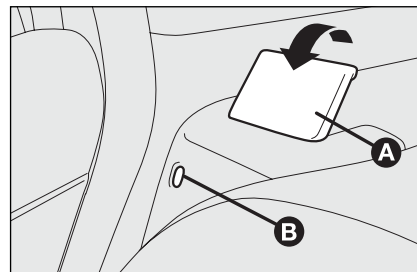

fig. 89
- trek de borghendel van de rugleuning **A-fig. 89** omhoog en kantel de rugleuning naar voren. Als de borghendel omhoog staat, is er een “rode band” **B** zichtbaar.